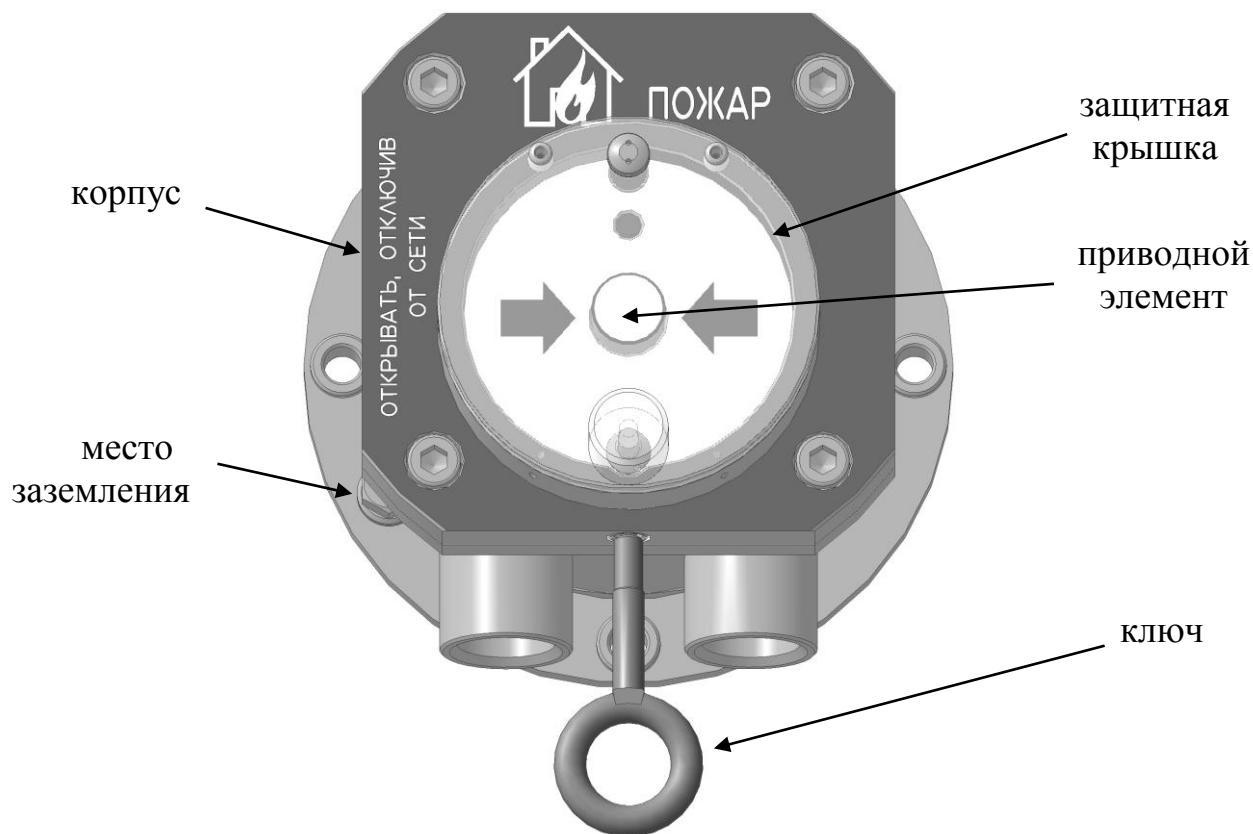

Рис. 2
- открыть поворотом вверх защитную крышку, рис. 2;
- в отверстие крышки извещателя (внизу) вставить специальный ключ и ввернуть против часовой стрелки на несколько оборотов, рис.2;
- потянуть на себя специальный ключ, приводной элемент при этом перейдет в исходное состояние, рис.2.